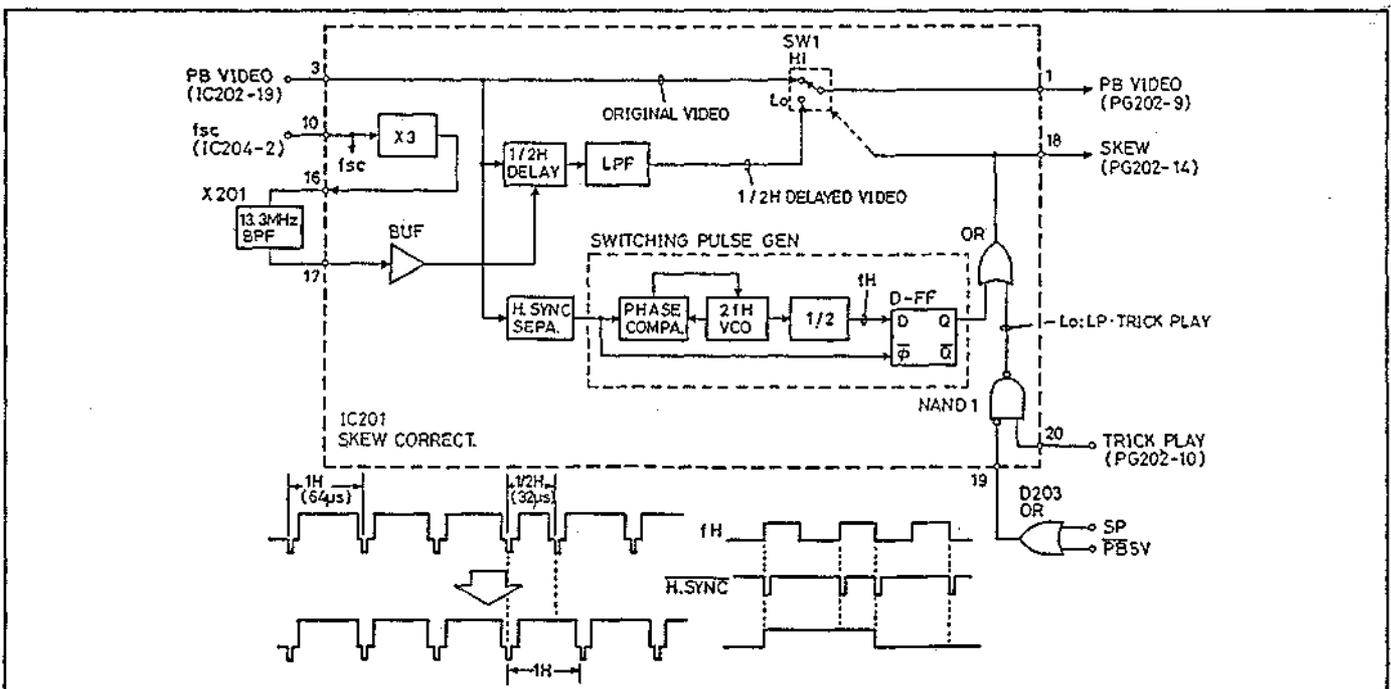

Abb. 5.25 Schräglaufrückkorrektur-Schaltkreis
(13) Amplitudensieb (SYNC SEPA.) Das Ausgangsvideosignal passiert SW2 und gelangt an das Amplitudensieb (SYNC SEPA.), welches das Synchronsignal wie im Aufnahmebetrieb teilt. Das Ausgangssignal gelangt an Stift 20.
(14) Schräglauflkorrektur-Schaltkreis (IC201: SKEW CORRECT., Abb. 5.25) Die H-SYNC (H.-Anordnung), die sich zwischen den Spuren von in LP-Betrieb aufgenommenen Bändern befinden, unterscheiden sich von denen auf in SP-Betrieb aufgenommenen Bändern. Deshalb verschiebt sich bei Trickwiedergabe (visueller Suchbetb, Rückspielbetrieb), bei welcher eine an die benachbarte Spur angrenzende Spur auch innerhalb eines Feldes aufgegriffen wird, die H.SYNC-Position teilweise und verursacht ein Schräglauflphänomen. Tritt Schräglaufl auf, wird die Phase des Burstsignals im Chrominanzsignal bevor und nachdem ein Rauschband erscheint verzerrt, und dadurch keine Farbe erzeugt. Um dieses Schräglauflphänomen in LP-Trickwiedergabebetrieb zu korrigieren, wurden zwei Schaltkreise eingebaut. Der eine verzögert die Phase des Wiedergabesignals nach Auftritt des Rauschbands, wenn die Abtastköpfe die Spur neben der die 1/2H-Verzögerungsleitung verwendenden Spur abtasten und stellt sie auf Normalphase zurück. Der andere invertiert mittels des Gegentaktmodulators den Wechsel der alle 1H auftretenden Burstphase und korrigiert sie auf Normalwechsel. Das Schräglauflphänomen wird durch die kombinierte Wirkung beider Schaltkreise korrigiert. IC201 (SKEW CORRECT.) beinhaltet diese beiden Schaltkreise. (Das Prinzip des "Burstphasen-Korrekturschaltkreises" wird in "6. Chromasignal-Wiedergabeschaltkreis" beschrieben.)
Schräglauflkorrektur-Schaltkreis (1/2H-Verzögerungsschaltkreis, Abb. 5.25)